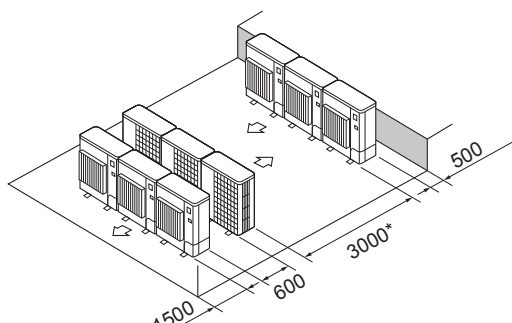

Fig. 2-13
⑥ Disposição de várias unidades em paralelo (Fig. 2-13)